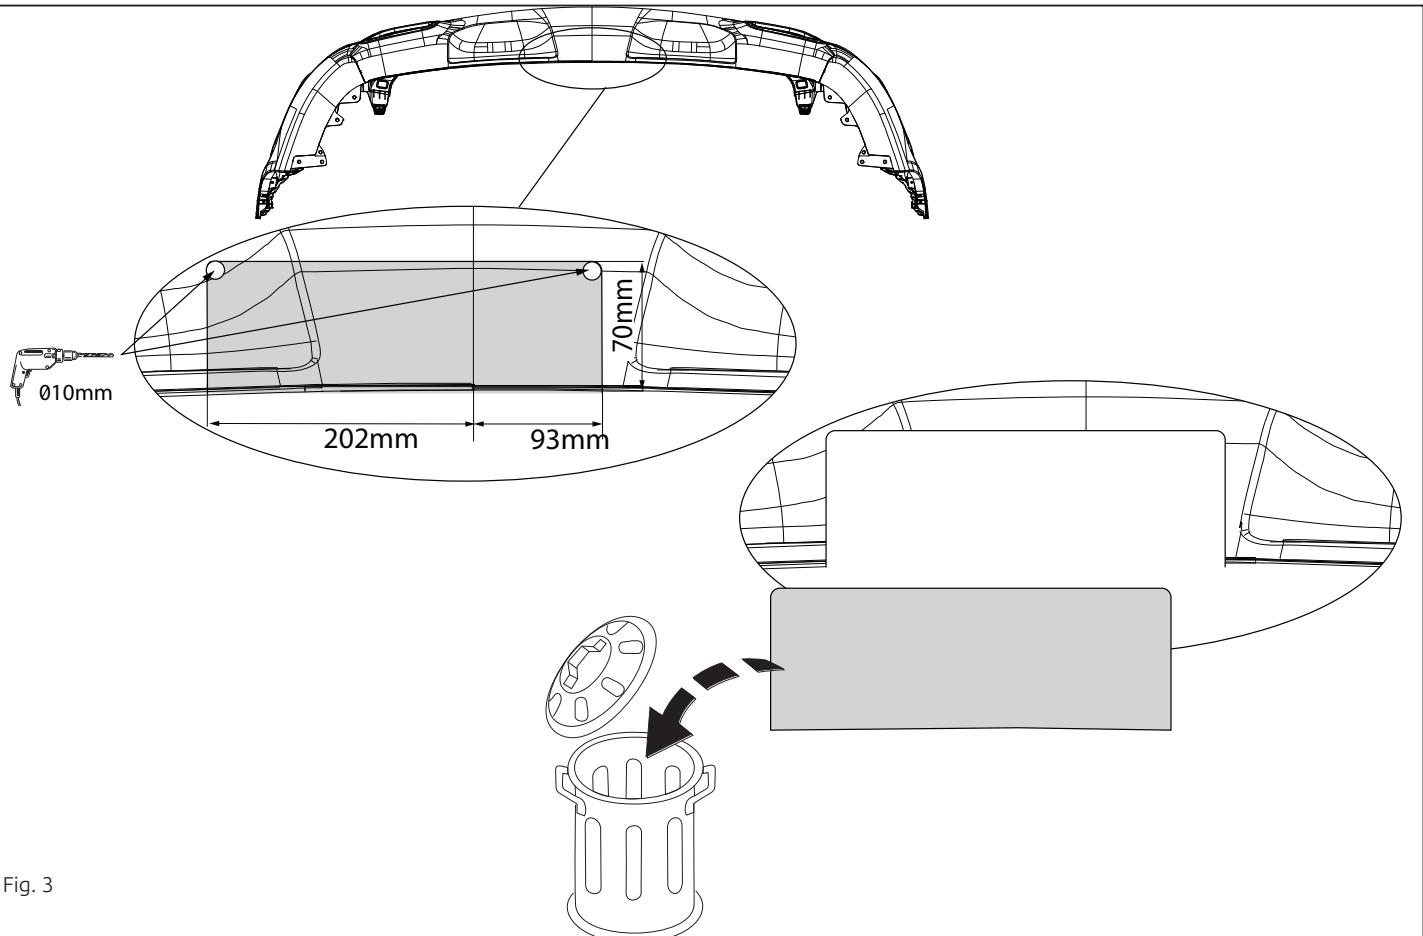

Fig. 3
9. Выпилить часть из бампера в середине снизу, как указано на рис. 3 & 4.